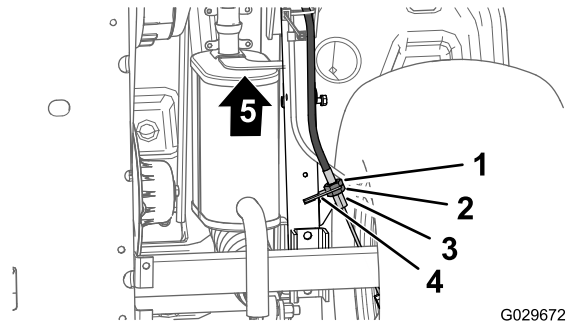

Figura 64
3. En la parte inferior de la máquina, afloje 4 vueltas la contratuerca trasera del ajustador roscado del cable del freno de estacionamiento (Figura 64).
4. Apriete la contratuerca delantera (Figura 64).
- A. Afloje 1 vuelta la contratuerca delantera (Figura 64) del ajustador roscado del cable del freno de estacionamiento.
- B. Apriete la contratuerca trasera (Figura 64).
- A. Afloje 1 vuelta la contratuerca trasera (**Figura 64**) del ajustador roscado del cable del freno de estacionamiento.
- B. Apriete la contratuerca delantera (**Figura 64**).